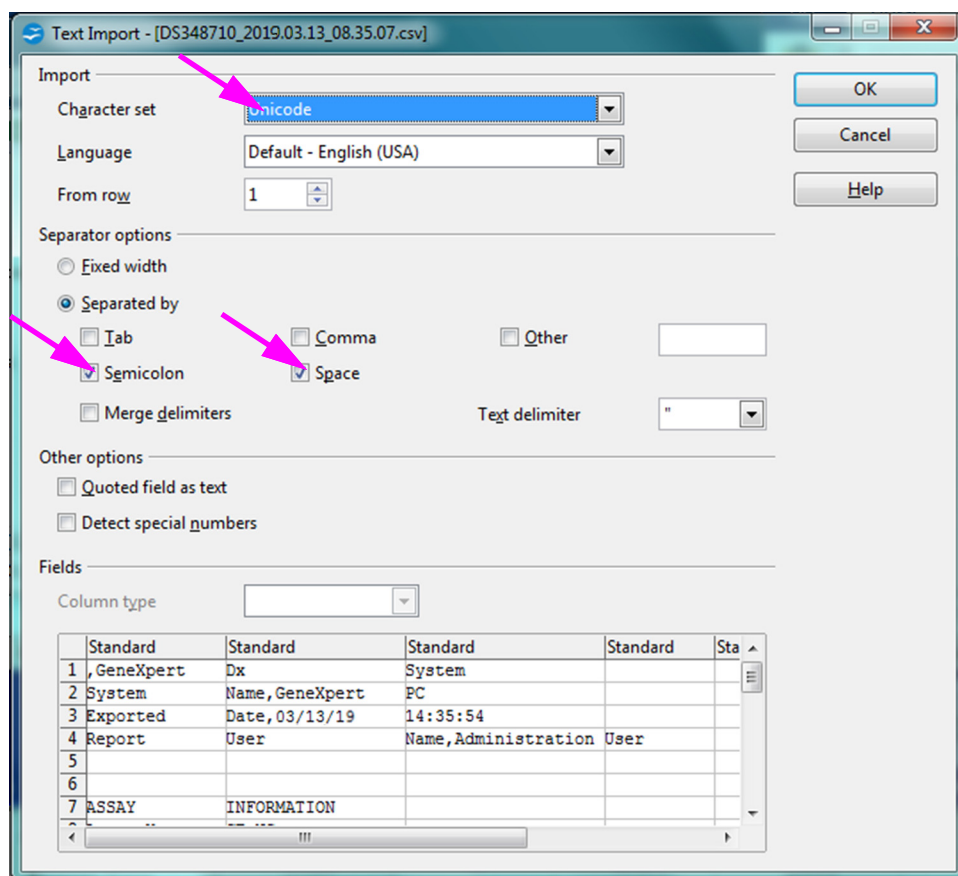

Figura D-3. Schermata Text Import (Importazione testo) con le impostazioni predefinite
- Fare clic su **Next (Avanti)**. Quando compare la nuova schermata, inserire le informazioni richieste (nome e iniziali) e fare clic su **Finish (Fine)**. Viene visualizzata la schermata Text Import (Importazione testo). Vedere la Figura D-3.
- Nella schermata predefinita Text Import (Importazione testo) (vedere la Figura D-3), deselezionare **Semicolon (Punto e virgola)** e **Space (Spazio)**.